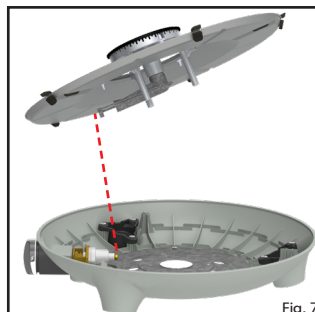

Fig. 7
- Gör i omvänd ordning ovanstående procedur för att återmontera enheten, se till att venturin och jetstrålen är korrekt inriktade (fig 7) och att piezo-tråden är återansluten.